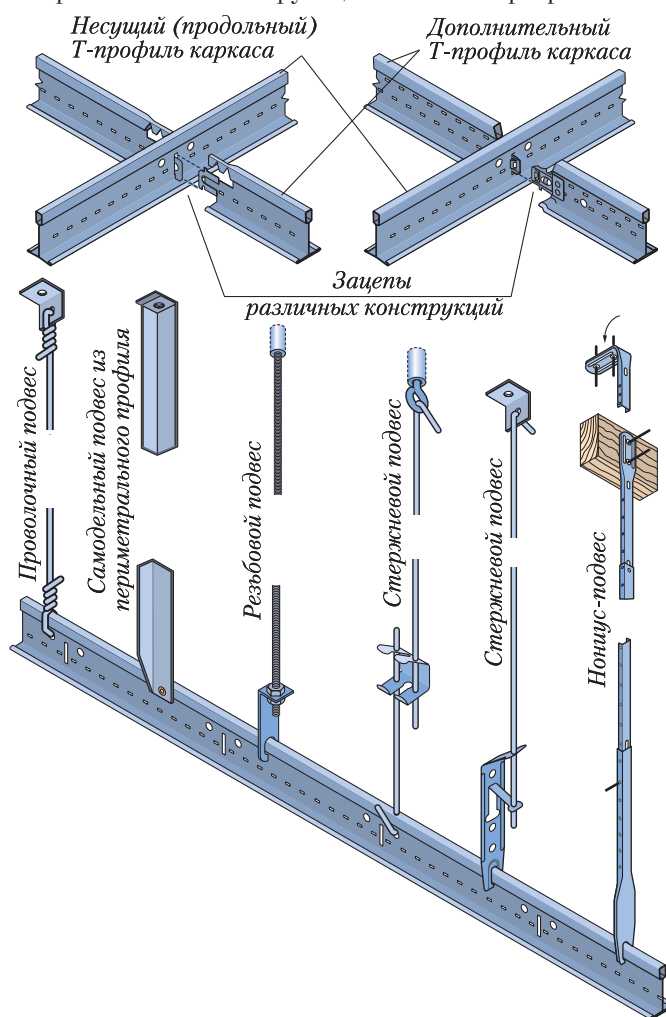

Рис. 135. Подвесы для кассетных потолков
2. Несущие Т-образные профили с помощью подвесов (рис. 135) фиксируются к потолочному перекрытию параллельно друг другу на расстоянии 1200 мм. Расстояние между подвесами не должно превышать 1200 мм, а расстояние от последнего подвеса до примыкающей стены не более 600 мм. Основные направляющие имеют торцевые замки, позволяющие продольно сращивать Т-образные профили.